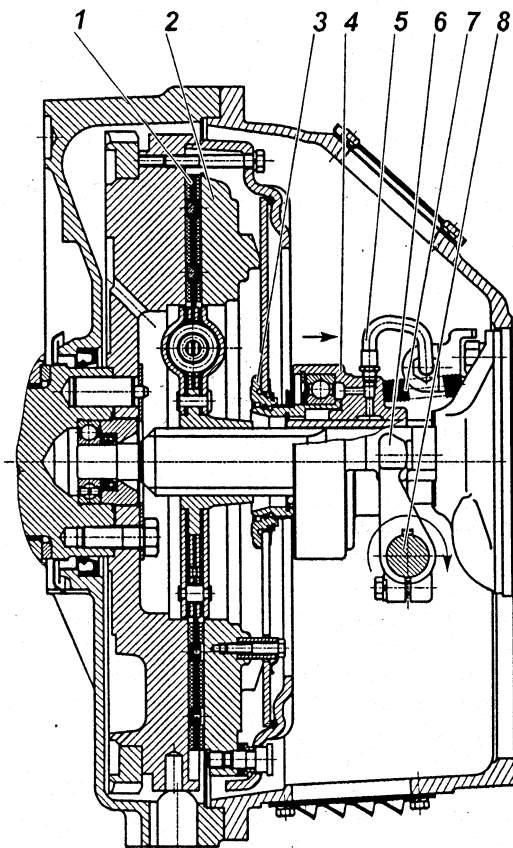
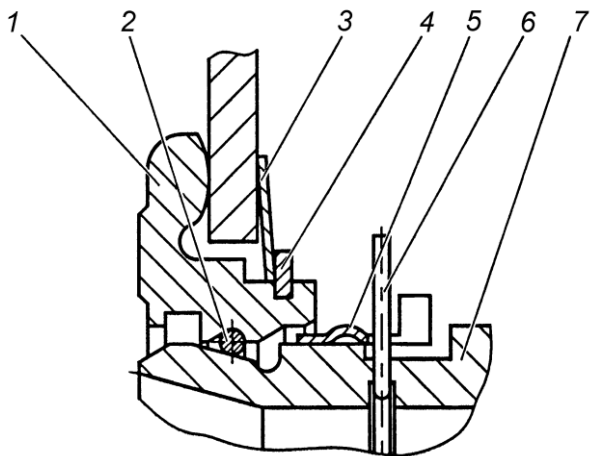

Рис. 99. Сцепление:
Рис. 101. Запорное устройство:
Диафрагменное сцепление (рис. 99) состоит из ведущих и ведомых частей, а также деталей механизма выключения сцепления, устанавливаемых в картер сцепления.
Механизм выключения сцепления состоит из муфты 4 (рис. 99) с подшипником, вилки 6 и валика 8. Муфта соединена через упорное кольцо 3 с диафрагменной пружиной с помощью запорного устройства.
Оттяжная пружина 7 (рис. 99) исключает проворот и осевые перемещения втулки 7 относительно упорного кольца 1 (рис. 101). По мере износа фрикционных накладок муфта выключения сцепления 4 перемещается вместе с пружиной в сторону маховика, при этом конструкция привода выключения сцепления автомобиля или другого транспортного средства обеспечивает поворот вилки 6 (рис. 99) по часовой стрелке после выбора зазора между лапками вилки и муфтой за счет периодической регулировки привода или постепенный поворот за счет конструкции гидропривода.
Конструкция запорного устройства показана на рис. 101. Она включает в себя упорное кольцо 1, втулку подшипника муфты 7 с фасонной канавкой, пружинное кольцо 2 круглого сечения, а также замковое кольцо 5. Упорное кольцо 1 устанавливается на диафрагменную пружину при сборке нажимного диска с кожухом и удерживается за счет пружинной шайбы 3 и стопорного кольца 4. На рисунке муфта заперта (соединена) с упорным кольцом. Внутри втулки подшипника муфты 7 установлено предохранительное кольцо 6, имеющее снаружи выступающий ус, препятствующий случайному рассоединению муфты выключения сцепления и упорного кольца 1.
Выключение сцепления обеспечивается поворотом вала по часовой стрелке. Допустимое направление перемещения муфты и поворота вала для выключения сцепления показано на рис. 99 стрелками. Перемещение муфты и поворот вала в обратном направлении не допустимо.
5. С помощью специальной оправки сцентрировать кольцо 3 (рис. 101) относительно оси коленчатого вала двигателя.
2. Убедиться, что муфта выключения сцепления отведена до упора в крышку подшипника первичного вала коробки передач пружиной 7 рис. 99.
Проверка качества установки сцепления (отсутствие "ведения", контроль величины крутящего момента на валу вилки) осуществляется на неработающем двигателе. Для этого необходимо повернуть вал вилки на угол $9^{\circ}30' \dots 11^{\circ}$ по часовой стрелке, что соответствует перемещению муфты на 11...13 мм от двигателя. При этом выходной вал коробки передач, при включенной передаче, должен вращаться при приложении крутящего момента не более 5 Н·м (0,5 кгс·м). Поворот вала вилки выключения сцепления по часовой стрелке показан на рис. 99.
4. Совместить полукруглый паз на муфте выключения сцепления в передней ее части с выступающим усом предохранительного кольца 6 (рис. 101) и, утопив его каким-либо предметом, удерживать в утопленном положении через центральное отверстие муфты выключения сцепления.